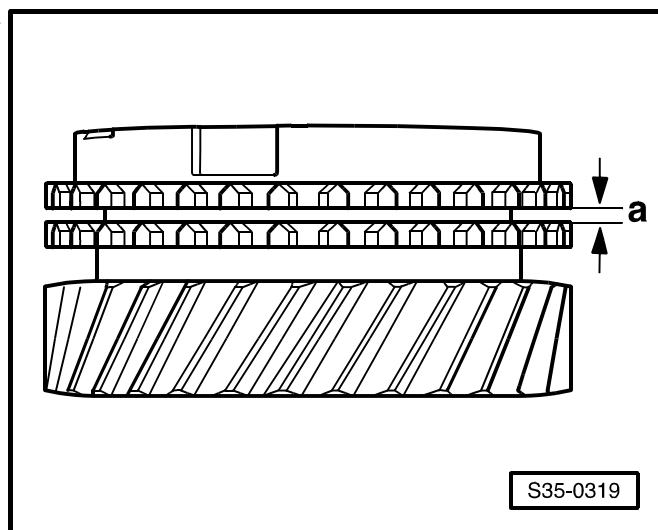

Рис. 23: Запрессовывание внутреннего кольца конического роликоподшипника
- запрессовывание ⇒ Рис. 23 в **35-2** страница 11